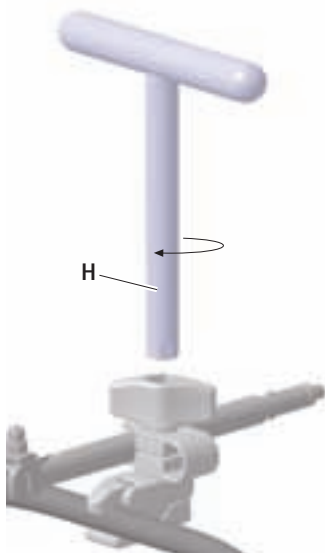

Fig. 8
- Dra åt infästningsmuttern **1** ända till fullständig klämning. Efterdra i förekl. fall med T-nyckel **H**, se Fig. 8.